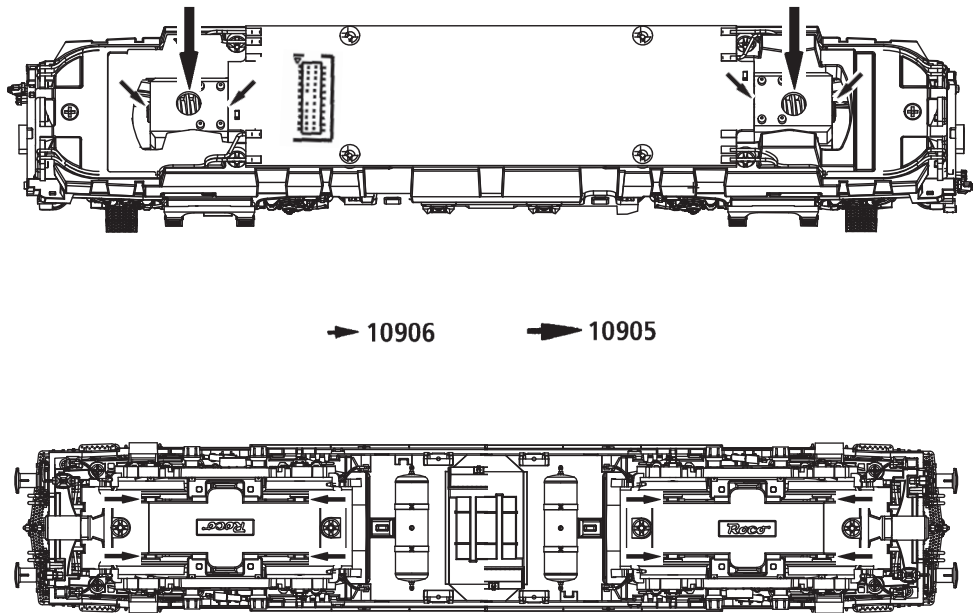

Fig. 6
**3. Haftreifenwechsel:** Zuerst den Getriebedeckel abnehmen (Fig. 6). Danach den **Radsatz** herausnehmen und die **Haftreifen** mit einer Nadel od. mit einem feinen Schraubendreher abziehen (Fig. 6). Beim Aufziehen der neuen Haftreifen darauf achten, dass diese sich nicht verdrehen.
**3. Change of traction tyre:** Remove the gear cover (fig. 6). Take out **wheel set** and remove **traction tyre** using a pin or a fine screwdriver (fig. 6). When pressing on the new traction tyre please **avoid twisting it**.
**3. Échange des bandages d'adhérence:** Démontez d'abord **le couvercle du carter des engrenages** des engrenages (fig. 6). Délogez ensuite les essieux bandagés et enlevez, à l'aide d'une aiguille ou d'un tourne-vis fin, les bandages d'adhérence (fig. 6). Lors du montage des nouveaux bandages veuillez veiller à ce que les bandages **ne soient pas tordues**.